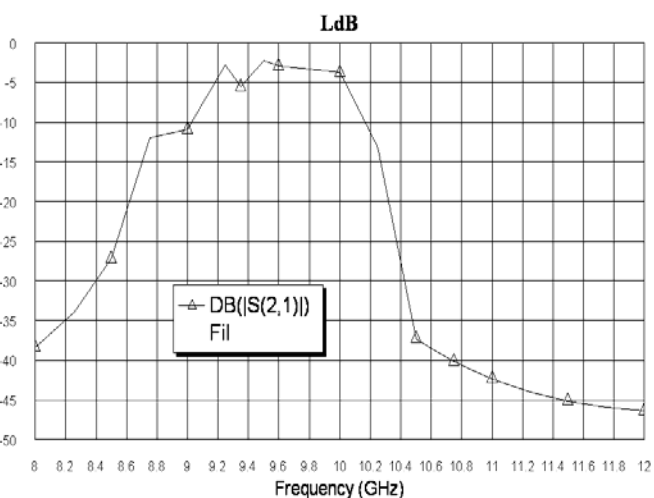

Рис. 3.69
4. Щёлкните по значку **Analyze** на панели инструментов. Щёлкните правой кнопкой по графику и выберите **Properties**. В открывшемся окне **Rectangular Plot Properties** на вкладке **Axes** для оси **x** снимите “галочку” в **Auto divs** и в поле **Step** введите шаг по частоте **0.2**. Для оси **Left 1** снимите “галочку” в **Auto limits**, введите в поле **Min** введите **-50** и в поле **Max** введите **0**, снимите “галочку” в **Auto divs** и в поле **Step** введите **5**. На вкладке **Fonts** щёлкните по кнопке **Axis numbers**, в открывшемся окне **Шрифт** выберите шрифт **Arial**, начертание **обычный** и размер **14**, нажмите **OK**. В окне **Rectangular Plot Properties** нажмите **Apply** и **OK**. Полученный график показан на рис. 3.69.